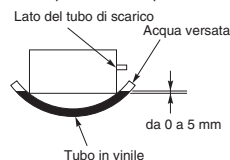

Fig. 3-8
- (5) L'unità deve essere regolata usando il livello dell'acqua o come indicato in Fig. 3-8 in modo che il lato del tubo di scarico sia inclinato di 5 mm più in basso rispetto al lato opposto.